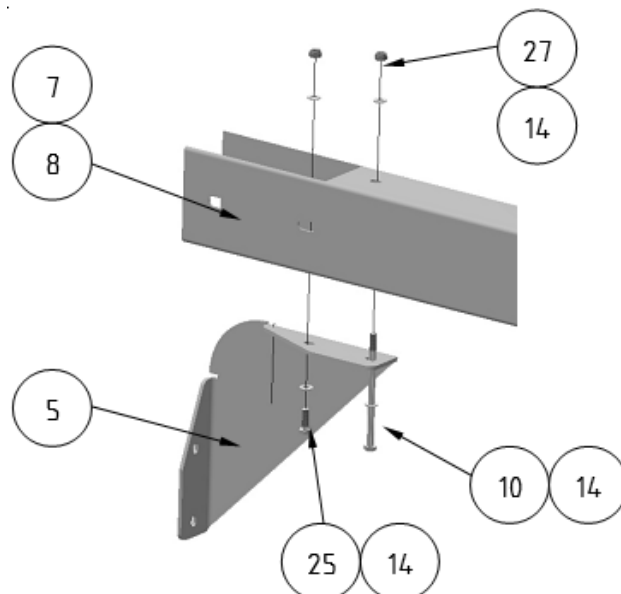

Abbildung 5: Befestigung der Eckwinkel
Bitte beachten Sie, dass auf den Seiten, auf denen sich zukünftig keine Sprossenwände befinden, die oberen Ecken mit den Eckwinkeln ⑤ ausgesteift werden müssen. Dazu müssen die Eckwinkel ⑤ zunächst an die entsprechenden Seitenteile (⑦+⑧) geschraubt werden. Zur Befestigung nutzen Sie bitte die mitgelieferten Schrauben (siehe Abbildung 5).